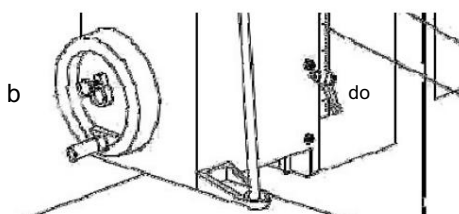

Fig. 15: Volante y palanca para ajuste de altura LLB 40 DT
Paso 1: Afloje la palanca (C.Fig.15) para el ajuste de altura.
Paso 2: establezca la altura deseada usando el volante (B.Fig.15) y lea el valor en la escala lateral.
Paso 3: Después de alcanzar la altura deseada, apriete la palanca (C.Fig.15) nuevamente.